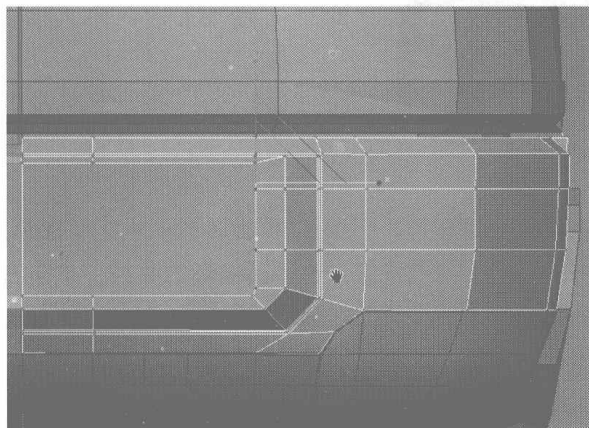
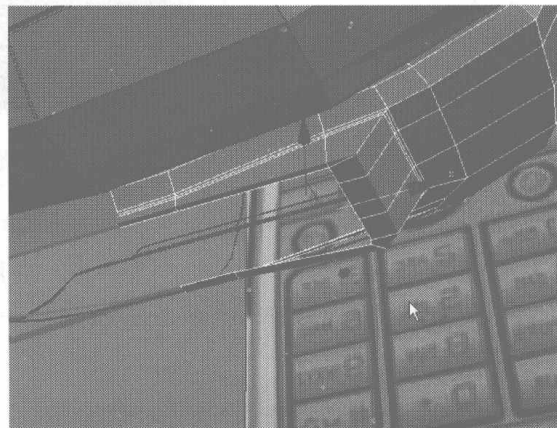
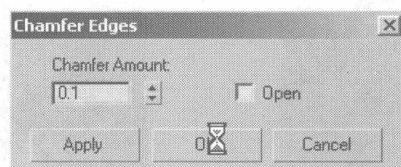

图 4.348
图 4.349
图 4.350
- 21** 继续调整插孔上的节点，如图 4.348 所示，再选择如图 4.349 所示的边线，在 Edit Edges 卷展栏中单击 **Chamfer** 右侧的小按钮，在弹出的对话框中设置倒角参数，如图 4.350 所示。